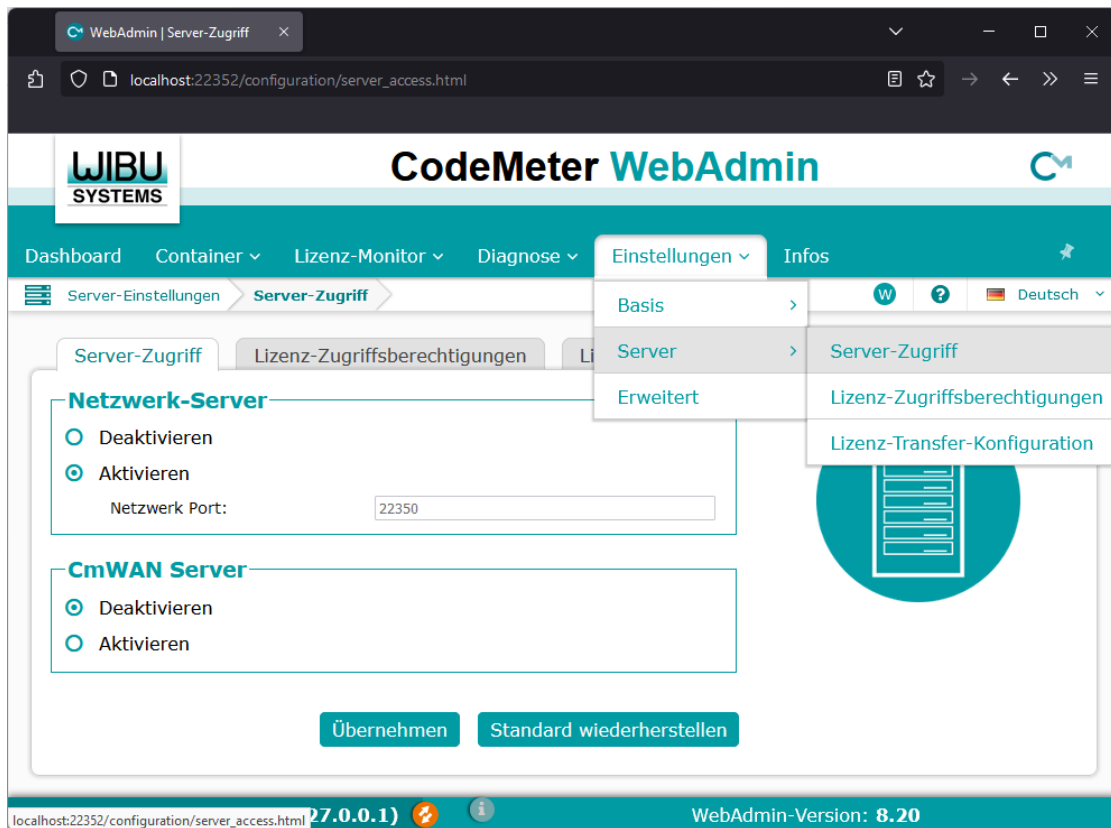

Abb. 1.4.2: CodeMeter® WebAdmin - Servereinstellungen.
- Wählen Sie den Eintrag „Einstellungen“ im oberen Menü und danach im zugehörigen Untermenü die Einträge „Server“ und „Server-Zugriff“. Setzen Sie unter „Netzwerk-Server“ die Option „Aktivieren“ und klicken Sie auf die Schaltfläche „Übernehmen“ [Abb. 1.4.2]. Schließen Sie danach den Browser.